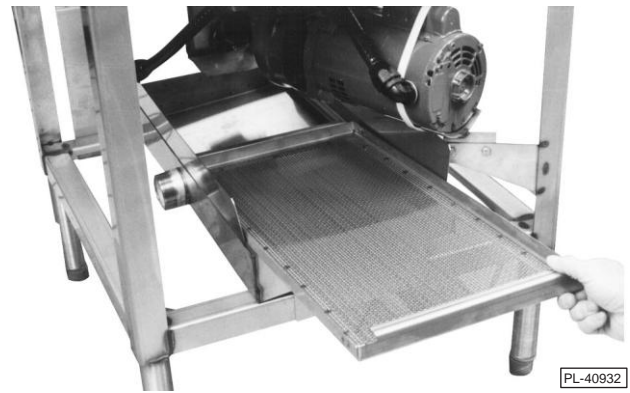

FIG. 18
5. Remplacez tous les composants qui ont été retirés pour le nettoyage. Assurez-vous que la crépine du bac de vidange est remplacée par le panier-filtre orienté vers le bas et les poignées à l'avant et à l'arrière orientées vers le haut (Fig. 18).